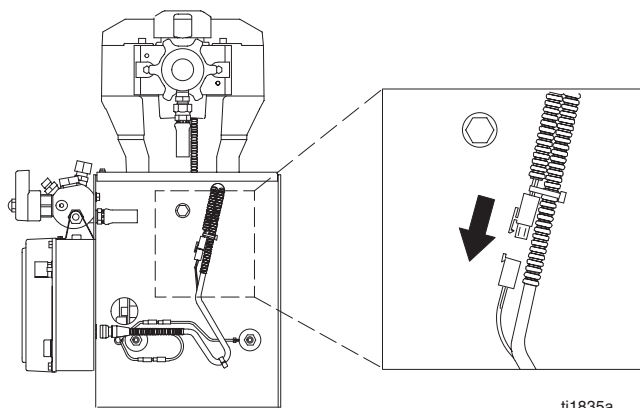

Abb. 4
1. Großzügig Lagerfett (im Lieferumfang des Ersatz-Zahnradatzes enthalten) auf den Zahnradatz (102), die Scheiben (104) und (105) und auf die im Hinweis 1 bezeichneten Bereiche auftragen. Für das Gerät Gmax 7900 die gesamten 0,32 Liter Fett verwenden.
2. Die bronzefarbene Scheibe (105) und die silberne Scheibe (104) auf das Antriebsgehäuse (71) geben. Das Zahnrad (102) durch die Scheiben (105) und (104) hindurch einbauen.
3. Die bronzefarbene Scheibe (71g) und dann die silberfarbene Scheibe (71h) an der Welle anbringen, die aus der großen Welle des Antriebsgehäuses (71) vorsteht. Die Zahnräder ausrichten und das neue Antriebsgehäuse gerade auf das Getriebegehäuse und die Paßstifte (B) drücken.
4. Die zwei Scheiben (87) und Schrauben (59) installieren.
5. Vier Federringe (87) und Kopfschrauben (56) an das Antriebsgehäuse (71) einbauen.
6. Den Deckel (13) mit den sechs Federringen (87) und den Kopfschrauben (56) befestigen.
7. Abb. 4. Den Sensor für den Gallonen-Zähler wieder anschließen.